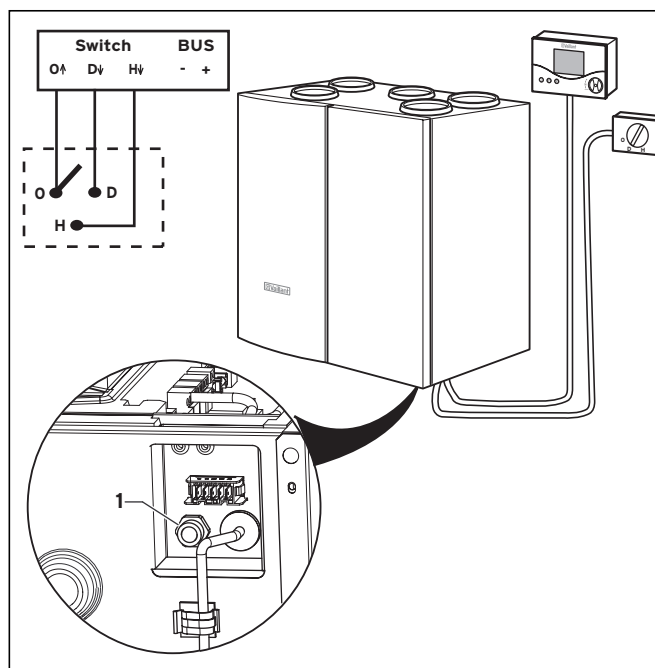

Abb. 4.14 Elektrischer Anschluss des 3-Stufen-Schalters
- Schließen Sie die drei Leitungen entsprechend der Abbildung 4.14 an die Klemmen „O↓“, „D↑“ und „H↑“ an.
- Führen Sie das Kabel durch die Zugentlastung (siehe Abbildung 4.14) und verschrauben Sie diese.